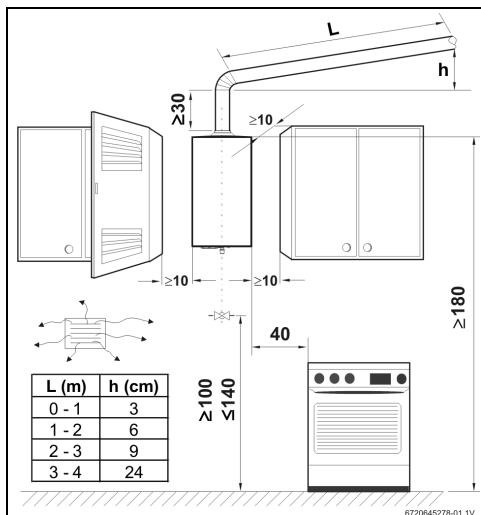

Fig. 12
- Asegurar la accesibilidad en los trabajos de mantenimiento respetando las separaciones mínimas indicadas en la Fig. 12.